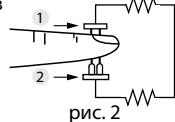

рис. 2
2. Два светодиода, излучающие красные и инфракрасные лучи. (рис.2)